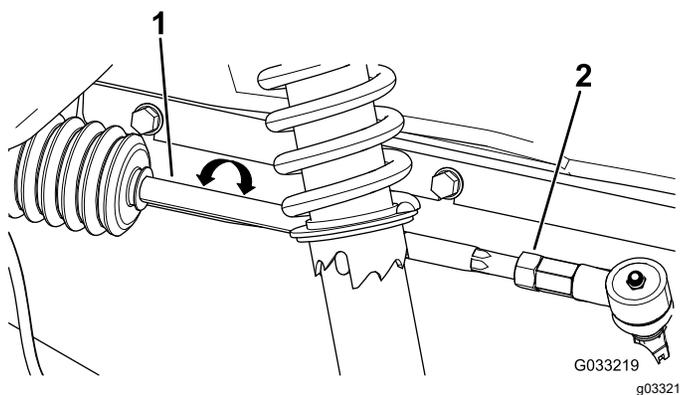

Рисунок 58
2. Если измеренное значение выходит за пределы 0–6 мм, ослабьте контргайки с обоих концов тяг (Рисунок 58).